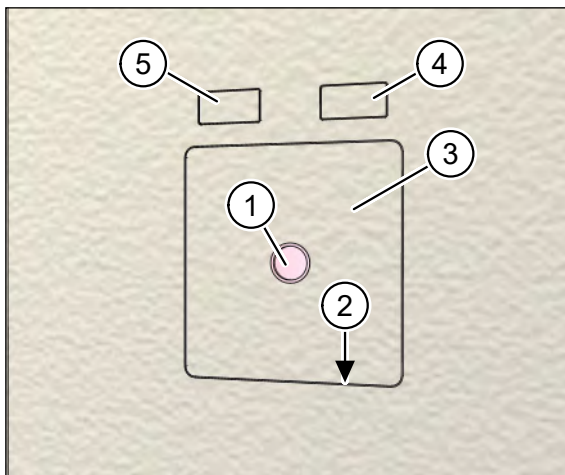

Abb. 41: Montageset innen verputzt
- ▶ Entfernen Sie den Signaldeckel (Pos. 1 in Abb. 41).
- ▶ Ritzen Sie mit einem Messer den Putz an der Innenseite des Putzrahmens (Pos. 2 in Abb. 41) ein.
- ▶ Entfernen Sie vorsichtig den Putzschutzdeckel (Pos. 3 in Abb. 41) und die dahinter liegende Kartoneinlage.
- ▶ Entfernen Sie die Putzschutzdeckel über dem Zuluft- (Pos. 4 in Abb. 41) und / oder Abluftkanal (Pos. 5 in Abb. 41).